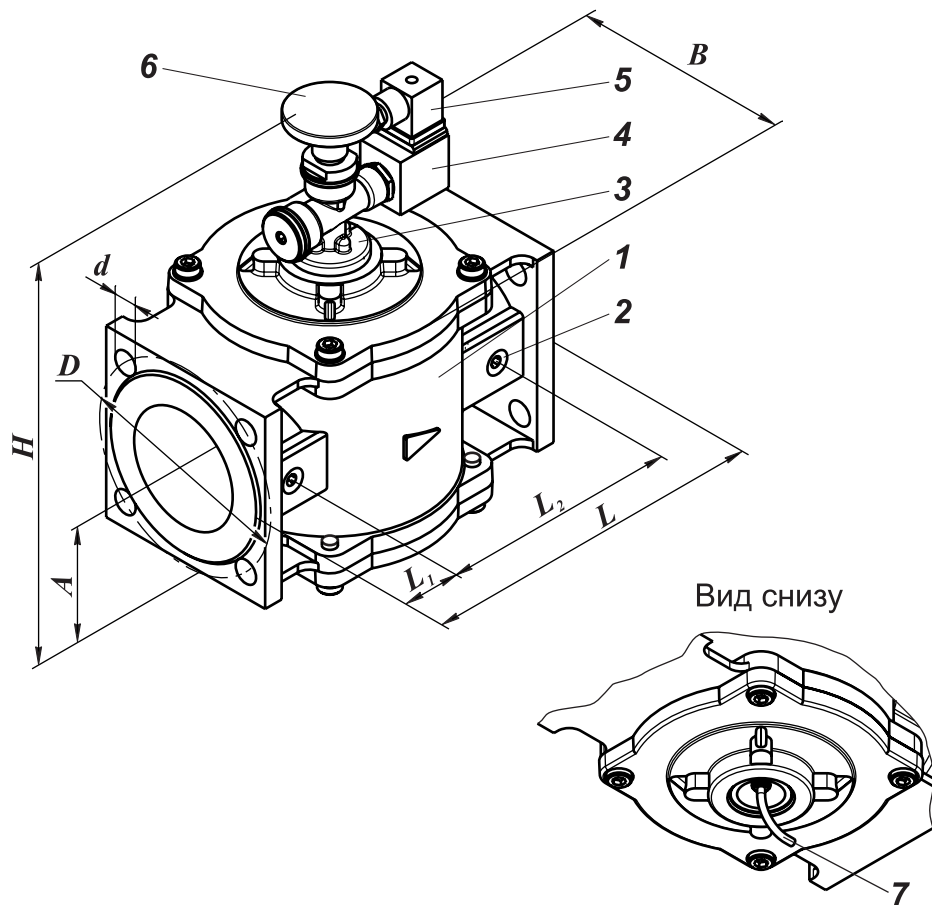

Рис. 1
2.1 Клапан (см. рис. 1) состоит из следующих основных узлов и деталей:
4.3.2 Подвод электропитания к клапану осуществляется с помощью разъема 5, установленного на электромагнитную катушку 4 (рис. 1).
4.5.3 Для открытия клапана и фиксации его в открытом положении необходимо подать напряжение питания на электромагнитную катушку и поднять шток за рукоятку взвода 6 (рис. 1) вверх до упора. Если катушка обесточена, то возможно произвести открытие клапана, но в открытом положении клапан не фиксируется (исполнение: без блокировки открытия).